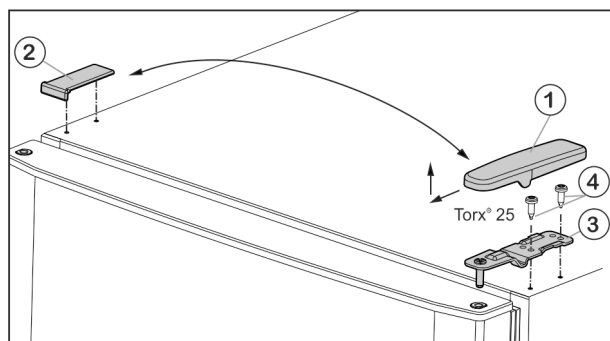

Fig. 5
- Estrarre la copertura Fig. 5 (1) tirandola in avanti e verso l'alto.
- Staccare la copertura Fig. 5 (2).
- Svitare il blocco di supporto superiore Fig. 5 (3) (2 x Torx® 25) Fig. 5 (4) ed estrarre tirando verso l'alto.
- Inserire il blocco di supporto superiore Fig. 5 (3) sul nuovo lato della cerniera nella porta.
- Avvitare il cuscinetto di supporto superiore **saldamente (con 4 Nm)** (2 giri con chiave Torx® 25) Fig. 5 (4). Eventualmente utilizzare un avvitatore a batteria.
- Applicare il coperchio Fig. 5 (1) sul lato opposto dall'esterno e bloccarlo.
- Applicare il coperchio Fig. 5 (2) sul lato opposto dall'alto e bloccarlo.